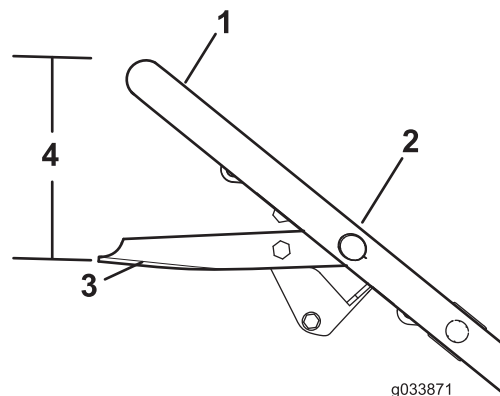

Bild 26
8. Schmieren Sie mit dem Finger etwas Öl auf die Dichtung des neuen Ölfilters (Bild 26).